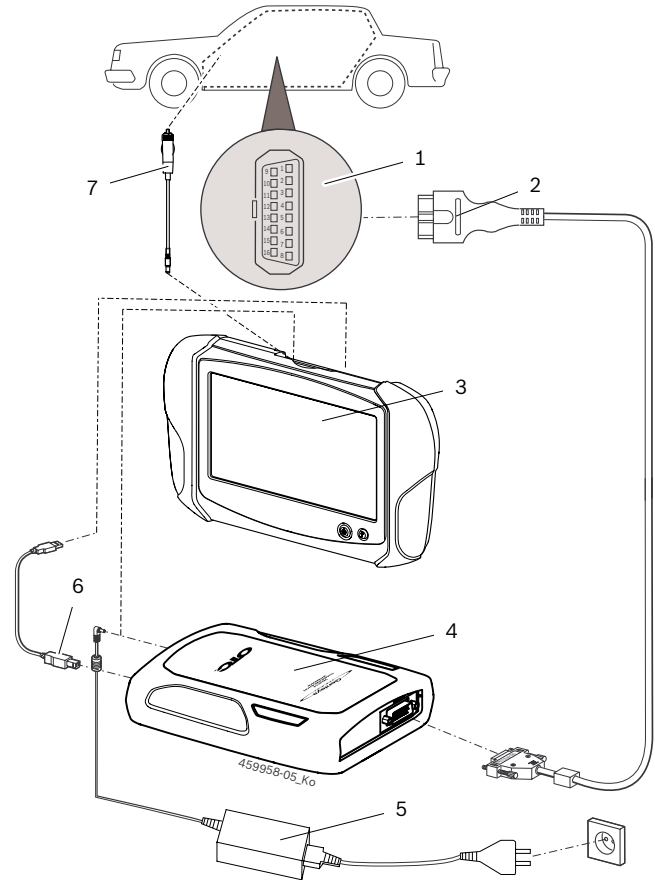

Abb. 6: Kopplingsschema D650
Anslutningen till diagnosgränssnittet i fordonet sker via OBD-diagnosledningen (fig. 6, pos. 2).